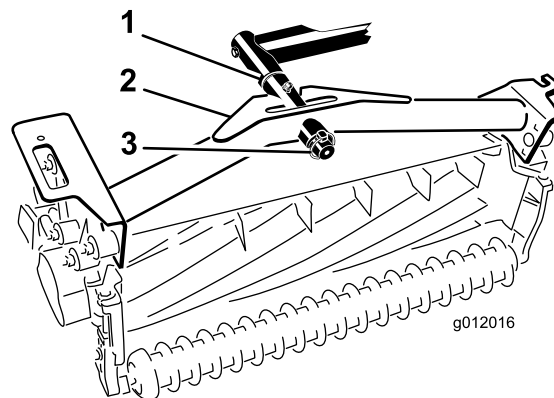

Bild 21
- Schieben Sie den Trägersrahmen des Mähwerks auf die Gelenkstange und befestigen Sie mit einem Klappstecker (Bild 21).